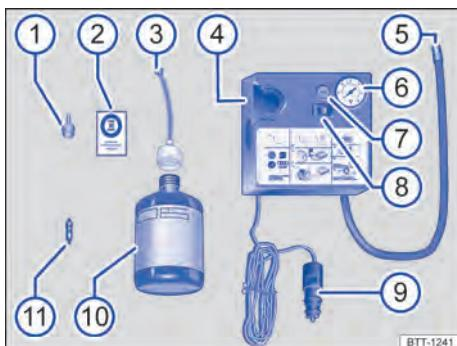

Fig. 226 Representação esquemática: componentes do kit de reparo dos pneus.
O kit de reparo pode se encontrar em diferentes lugares do veículo, por exemplo, no compartimento de bagagem, no porta-objetos lateral ou embaixo do assoalho do compartimento de bagagem. Ele é composto pelas seguintes peças → Fig. 226:
12. Colar a etiqueta adesiva → Fig. 226 ② do kit de reparo dos pneus no painel de instrumentos, no campo de visão do condutor.
- Com a chave para remoção do elemento da válvula → Fig. 226 ①, desenroscar o elemento da válvula da válvula do pneu e colocá-lo sobre uma superfície limpa.
- Agitar a garrafa para enchimento dos pneus → Fig. 226 ⑩ algumas vezes com força.
- Rosquear a mangueira de enchimento → Fig. 226 ③ com firmeza no sentido horário sobre a garrafa para enchimento dos pneus. A película na tampa é perfurada automaticamente.
- Remover a vedação da tampa da mangueira de enchimento → Fig. 226 ③ e introduzir a extremidade aberta totalmente na válvula do pneu.
- Rosquear novamente o elemento da válvula com a chave para remoção do elemento da válvula → Fig. 226 ① na válvula do pneu.
- Rosquear a mangueira de enchimento dos pneus → Fig. 226 ⑤ do compressor de ar com firmeza na válvula do pneu.
- Encaixar o conector do cabo → Fig. 226 ⑨ em uma tomada 12 V do veículo → Página 196.
- Ligar o compressor de ar com o interruptor LIGA-DESLIGA → Fig. 226 ⑯.
Reconectar a mangueira de enchimento dos pneus → Fig. 226 ⑤ e ler a pressão dos pneus no indicador da pressão dos pneus ⑥.